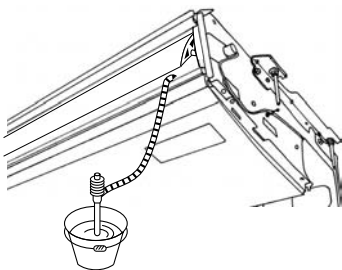

Fig. 5-3
2. Die mit der Anlage gelieferten Rohrmuffenabdeckungen ⑥ an den Verbindungsrohrmuffen ⑤ befestigen.
3. Die Felddauslaufrohrleitung (VP-20) an den Verbindungsrohrmuffen ⑤ mit einem Klebemittel aus Vinyl Chlorid befestigen.
4. Die mit der Anlage gelieferten Rohrleitungsabdeckungen ⑦ (mit Klebeband) umwickeln.
- Ⓒ Rohrmuffenabdeckung ⑥
- Ⓓ Verbindungsmuffe ⑤
- Ⓔ Abdeckung der Auslaufrohrleitung ⑦
5. Auf einwandfreien Auslauf überprüfen. (Fig. 5-3)